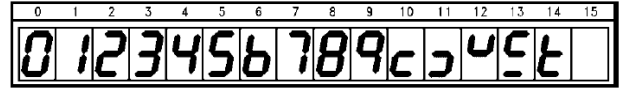

図2. 74LS47による7セグメントLEDの表示
この装置を使用して学生が取り組む論理回路設計の中に、4減算できる回路を持つ4bitバイナリカウンタがある。このとき、7セグメントLEDを表示器として使用するのだが、デコーダICが74LS47(10進デコーダ)であるため、その表示が図21)の様になってしまう。この表示では、10～15の数値は、非常に読み取りづらい。それを解消するために、10以上の数値は、A(10) b(11) c(12) d(13) E(14) F(15)と表示できるデコーダを作製した。